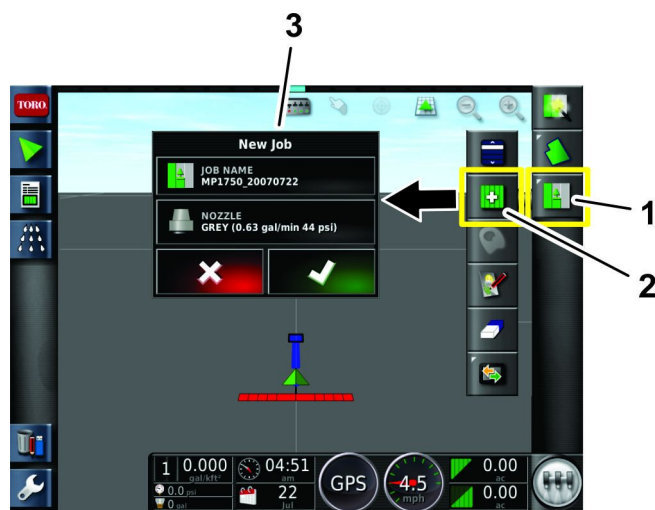

Figure 44
5. Appuyez sur l'icône du menu des tâches en haut à droite de l'écran (Figure 44).
6. Entrez un nouveau nom pour la tâche ou conservez l'horodatage par défaut (Figure 44).